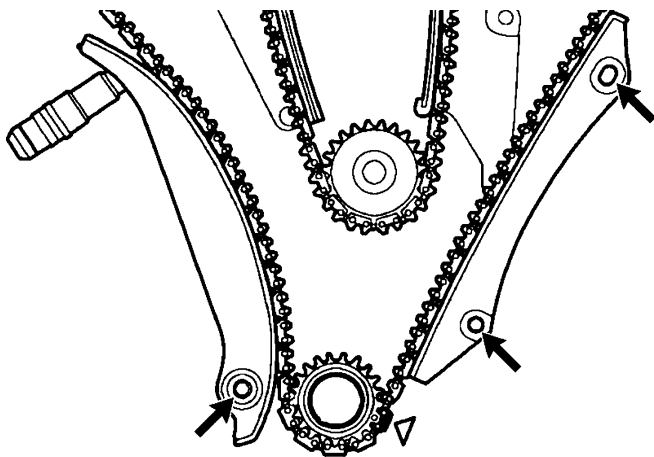

图 16-9 安装底部的正时链条导向装置
7) 如图 16-9 所示, 安装底部的正时链条导向装置, 将固定螺栓紧固至 $28\text{N} \cdot \text{m}$ 。